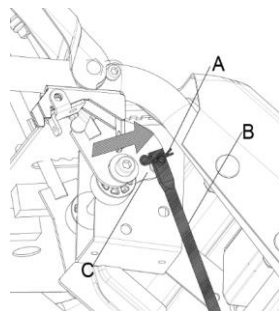

Рис.8
Прикрепите другую сторону штока управления приводом (B) к штифту в нижней части рычага переключения передач и закрепите шплинтом (А) (Рис.8).